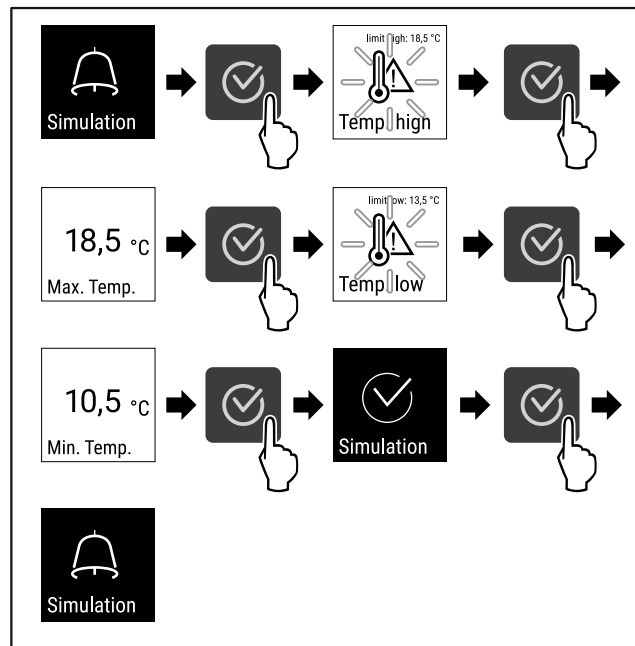

Fig. 108
- ▶ Efectuați pașii de acțiune (vezi Fig. 108) .